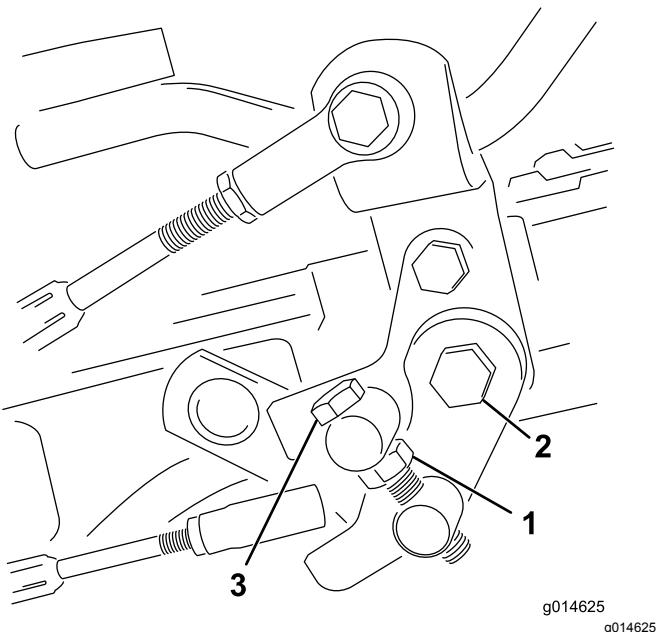

Рисунок 42
- Ослабьте контргайку на болте цапфы (Рисунок 42).
- Чтобы зафиксировать регулировку, затяните контргайку на болте цапфы и гайку на шарнире педали (Рисунок 42). Проверьте регулировку и при необходимости повторите ее.